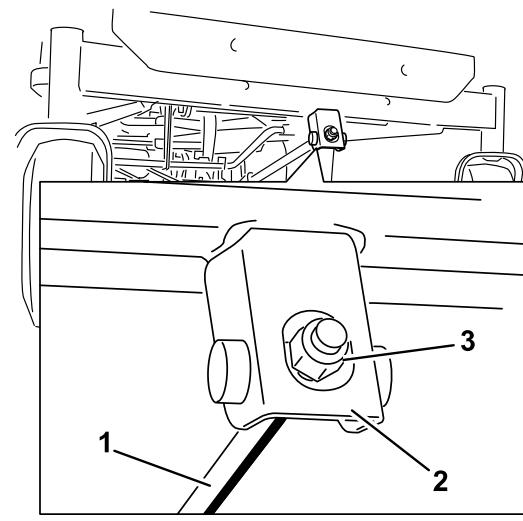

Figura 66
6. Per regolare l'inclinazione longitudinale della lama, ruotate il dado di regolazione nella parte anteriore del tosaerba (Figura 66).